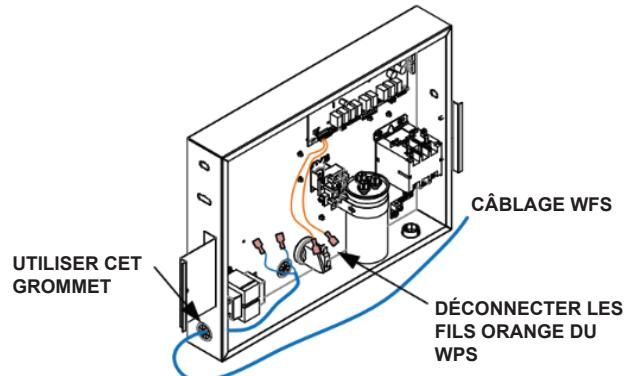

Figure 159. Acheminement des fils WFS dans le J-Box
7. Utilisez les œillets du boîtier de commande pour faire passer les fils de l'intérieur du poteau d'angle à l'intérieur de la boîte de jonction électrique, en utilisant les œillets situés à côté du transformateur. Voir la **Figure 159**.
8. Localisez les fils orange connectés au pressostat d'eau (WPS). Déconnectez les bornes du WPS. Voir la **Figure 159**.